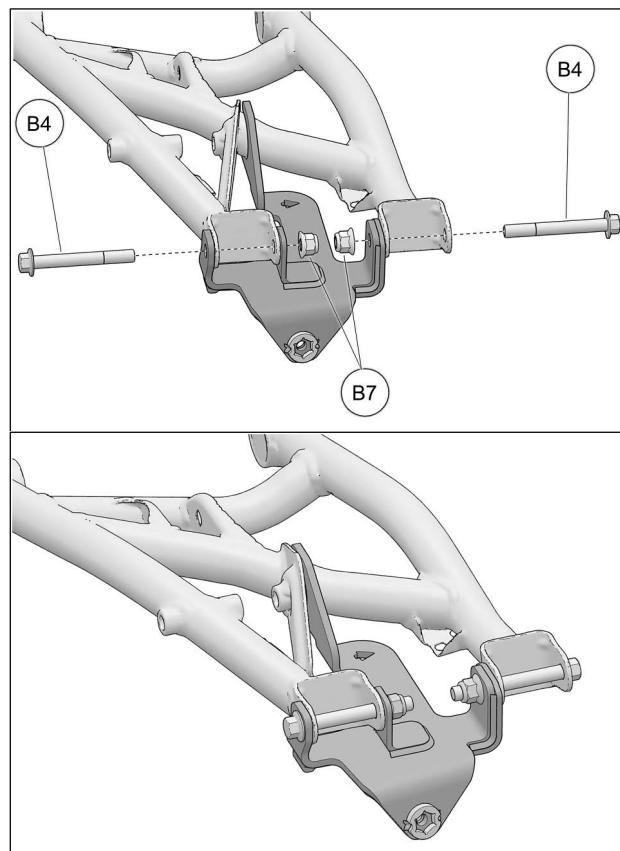

Fig. 7
- Insérer les nouveaux boulons M12x100mm (**B4**) à travers l'ancrage, le bras de suspension inférieur et le moyeu de roue. Fixer l'assemblage en utilisant les nouveaux écrous M12 (**B7**) fournis. Serrer les boulons à 125 Nm [92 lb•pi]. Voir la Fig. 7